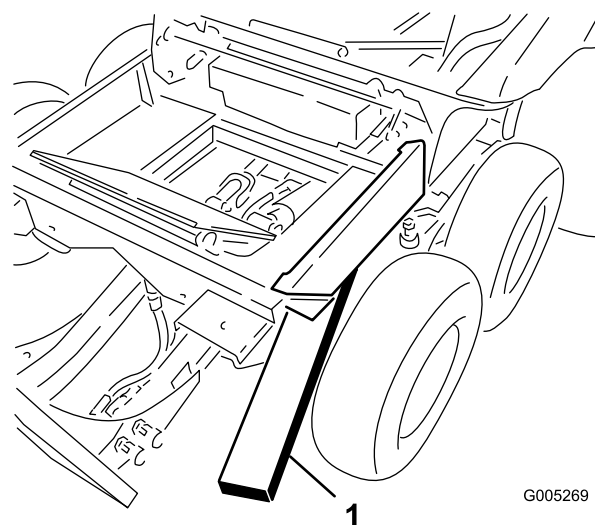

Figura 42
1. Coloque un listón de madera entre el tope delantero del bogie y el bastidor, para inclinar el bastidor de invierno hacia atrás (Figura 42).